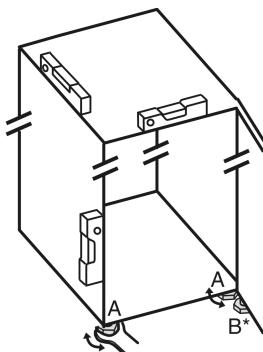

Fig. 27
- Zhvendosni këmbëzat me rregullim Fig. 27 (A) me çelës fiso dhe me ndihmën e një niveli me ujë, derisa pajisja të jetë niveluar mirë.
- Zhvendosni këmbëzat me rregullim Fig. 27 (B) në bazamentin mbështetës me çelësat fiso të përfshirë në paketim, derisa të jetë mbështetur mbi dysheje.
- Rrotullojeni këmbën me rregullim Fig. 27 (B) sërish maksimumi 90°, për të parandaluar dëmtimin e derës.